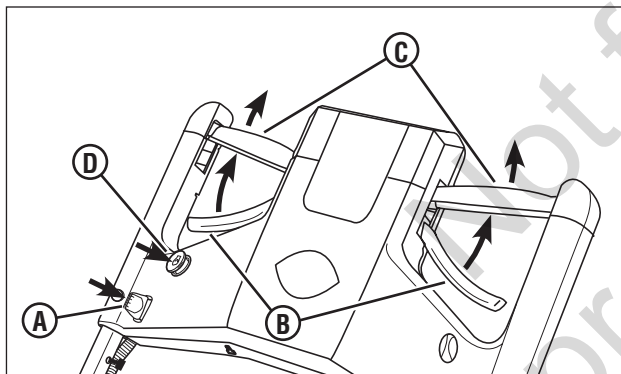

Figura 3: Encendido del cortacésped
1. Enchufe la llave de acceso (**A**, **Figura 3**) en la ranura de conexión de la consola de control.